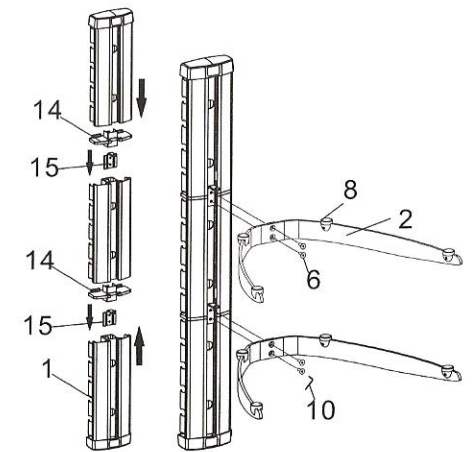

Fig 2
Coloque en cada soporte de pared (1) los sujetadores planos (14) y los soportes en L (15). Ensamble los tres soportes formando un soporte de pared Fig.2. Posteriormente elija la altura de los soportes de estantes y fjelos utilizando los tornillos para soporte (6) fijando correctamente utilizando la llave allen 3x3mm (10),. No apriete excesivamente los tornillos ya que pueden sufrir daño.